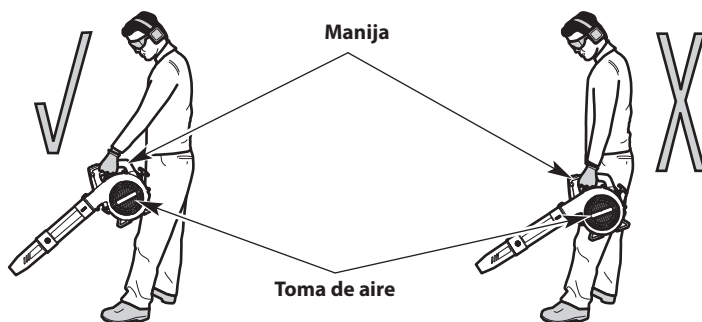

Fig. 6
- Párese en la posición de arranque (Fig. 6). Párese derecho. No se incline sobre el aparato.
- Sostenga la unidad delante y separada del cuerpo (Fig. 6).
ADVERTENCIA: A fin de evitar que se produzcan lesiones graves o daños a la unidad, **NO** sostenga la unidad en su costado (Fig. 6). El motor puede estar muy caliente. **NUNCA** bloquee la toma de aire.